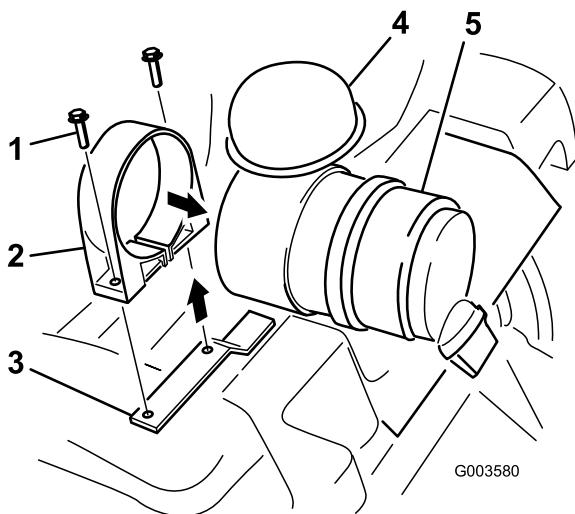

Figure 2
- 6. Ouvrez le collier du filtre à air et passez-le par dessus l'extrémité de la cartouche d'où le filtre a été sorti (Figure 2).